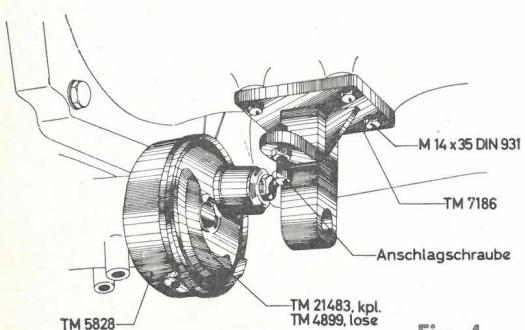
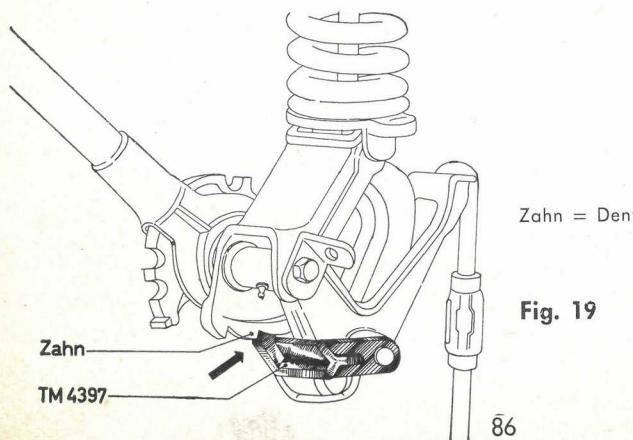

Fig. 4
Fig. 19
2. **Le support de fixation avant TM 7186** se monte sous le carter d'embrayage au moyen des quatre boulons 6 pans $M 14 \times 35$, vis de butée orientée vers la droite (Fig. 4). (Tractor en direction de marche.)
Monter la cloche de boîtier de protection TM 5828 sur le couvercle de palier, au moyen des quatre vis noyées $M 8 \times 25$ que l'on serrera à bloc. Visser ensuite le plateau-manivelle TM 21 483 complet (TM 4899, séparé) en tournant à gauche sur l'arbre d'attaque de la faucheuse (Fig. 4).
Lorsque la barre de coupe se trouve en position verticale (position de route), vérifier si le cliquet TM 4397 se trouve bien dans la dernière dent du dispositif de relevage (Fig. 19). La faucheuse sollicitant le ressort, on peut constater un certain jeu entre le cliquet et la dent. Dévisser la vis de butée du support avant (Fig. 4) afin de limiter ce jeu à 1 ou 2 mm (Fig. 19). On évite ainsi le dégagement inopportun du cliquet et l'on réalise du même coup le réglage exact de la vis de butée pour la position de coupe.
- b) Régler la vis de butée du support de fixation avant TM 7186 de sorte que, la barre de coupe étant entièrement ramenée à la verticale, cette vis puisse remplir sa fonction sans aucun jeu (Fig. 4).